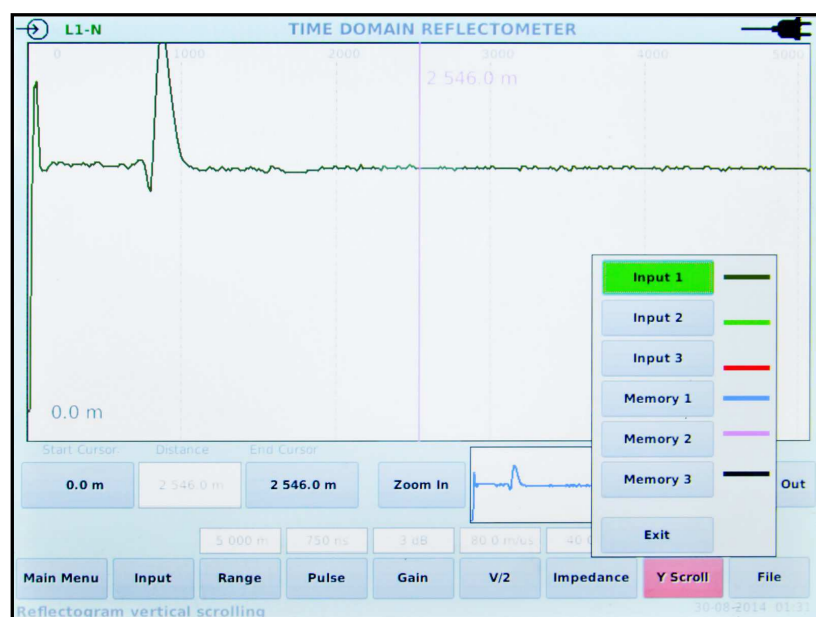

Рисунок 18 – Окно «Y Scroll». Вертикальное смещение рефлектограммы
2.2.13 Кнопка «Y Scroll» позволяет вертикально смещать рефлектограммы вверх и вниз с помощью рукоятки энкодера. Это бывает необходимо, когда необходимо раздвинуть несколько рефлектограмм на экране, чтобы более ясно наблюдать различия рефлектограмм (см. рисунок 18).